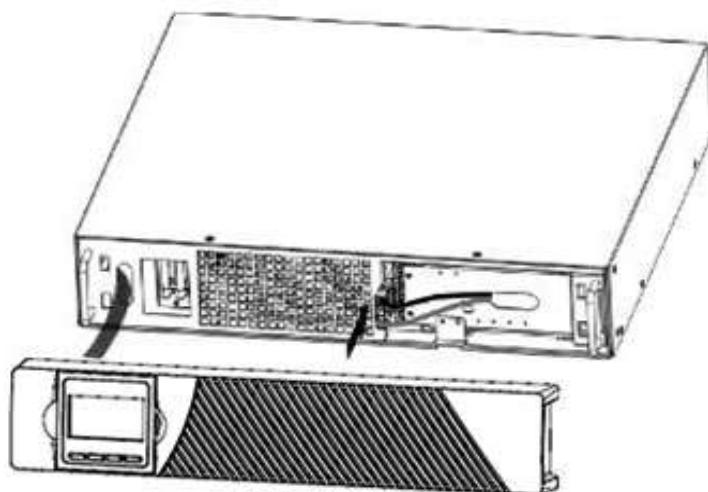

Рисунок 6 Подключение внутренних батарей ИБП
- b) Подключение разъема аккумуляторных батарей (см. рисунок 6)